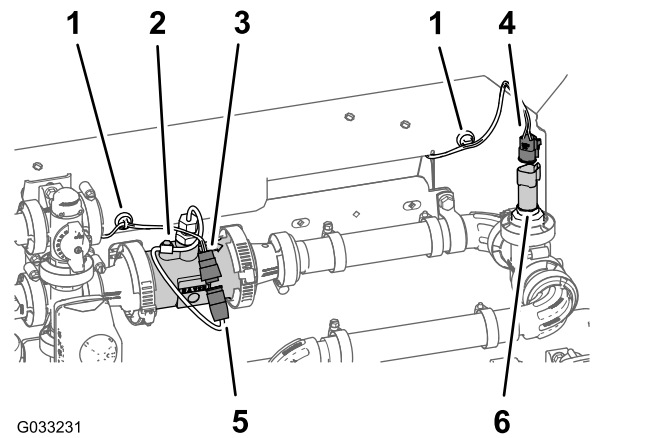

Bild 101
1. Verlegen Sie den 203-cm-Kabelbaumzweig, der mit **Flow Meter** und **Pressure Transducer** beschriftet ist, an der Rückseite der Verteilerbefestigung (Bild 101).
2. Stecken Sie den 3-Buchsen-Stecker des 203-cm-Kabelbaumzweigs für das Durchflussmessgerät (nicht beschriftet) in den 3-Stift-Stecker des Kabelbaums des Durchflussmessgeräts (Bild 101).
3. Stecken Sie den 3-Buchsen-Stecker des 203-cm-Kabelbaumzweigs (mit **Pressure Transducer** beschriftet) in den 3-Stift-Stecker des Druckwandlers (Bild 101).
4. Befestigen Sie die magnetischen Kabelbaumanker für das Durchflussmessgerät und den Druckwandler an der Oberfläche der Verteilerbefestigung (Bild 101).